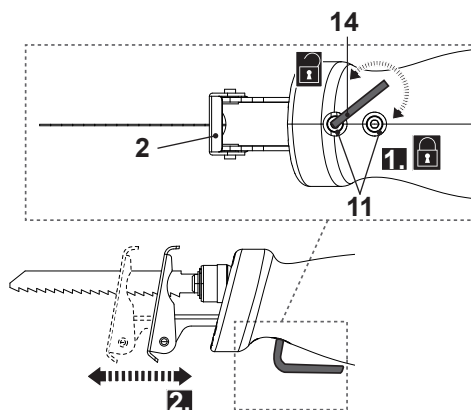

Fig. 4
- > Slăbiți cele două șuruburi de pe sistemul de reglare al plăcii de ghidare (11) utilizând cheia hexagonală (14) (Fig. 4, Pasul 1)
- > Glisați placa de ghidare (2) în poziția dorită și strângeți șuruburile sistemului de reglare a plăcii de ghidare (11) (Fig. 4, Pasul 2).